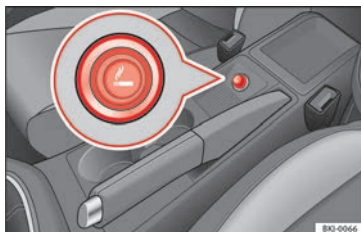

Abb. 158 Zigarettenanzünder.
- Zur Betätigung Zigarettenanzünder »» Abb. 158 hineindrücken »» ⚠.